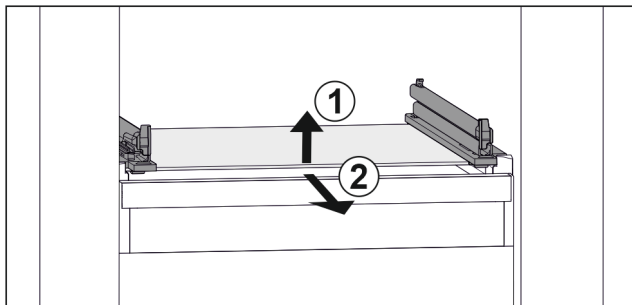

Fig. 97 Eksempel på fremstilling av glassplaten
- ▶ Løft opp glassplaten foran. Fig. 97 (1)
- ▶ Ta ut glassplaten fremover. Fig. 97 (2)